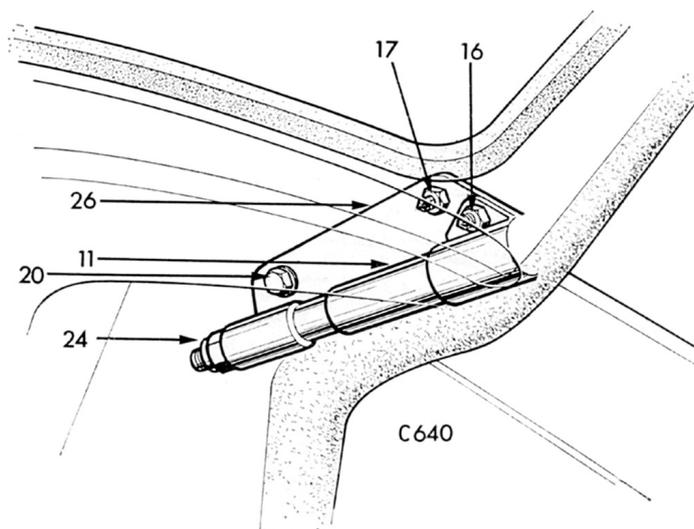

Fig. 61. Fixation des montants de pare-brise
2. Retirer les trois boulons (22) et les plaques de finition (21) retenant le cadre de pare-brise au panneau de carrosserie avant.
3. Retirer la fixation extérieure du vide-poche, tirer le coin du vide-poche et retirer un écrou (24) et une rondelle (25) à la base de chaque montant de pare-brise (11) (Fig. 61).